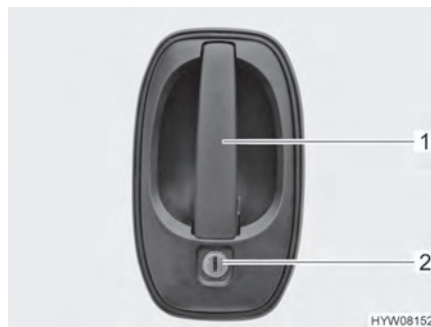

Bild 31 Türschloss (Fahrertür/Eingangstür außen)
- Schlüssel in Schließzylinder (Bild 31,2) stecken und drehen, bis das Türschloss entriegelt ist.
- Am Türgriff (Bild 31,1) ziehen. Die Tür ist geöffnet.
- Schlüssel in Schließzylinder (Bild 31,2) stecken und drehen, bis das Türschloss verriegelt ist.